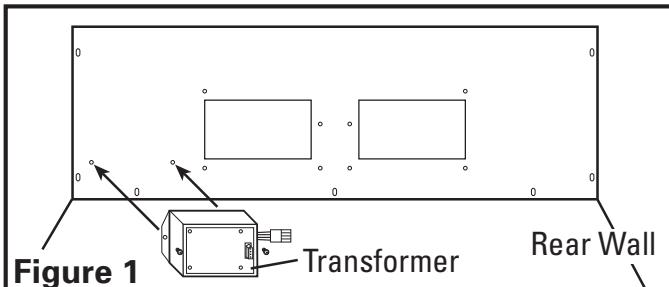

Figure 1
1. Install transformer into hood canopy by lining up the 2 holes on the flange of the transformer with the 2 screw studs in the top left side of the hood canopy. Use 2 of the included 8-32 screws to make the connection and fully tighten (**Figure 1**).
2. Install transformer into hood canopy by lining up the 2 holes on the flange of the transformer with the 2 screw studs in the top left side of the hood canopy. Use 2 of the included 8-32 screws to make the connection and fully tighten (**Figure 1**).
1. Installer le transformateur dans le couvercle de la hotte en alignant les 2 trous sur la bride du transformateur avec les 2 vis de montant au-dessus de la gauche du côté du couvercle de la hotte de cuisinière. Utiliser 2 des vis 8-32 pour faire la connexion et serrer complètement (**Figure 1**).
2. Installer le transformateur dans le couvercle de la hotte en alignant les 2 trous sur la bride du transformateur avec les 2 vis de montant au-dessus de la gauche du côté du couvercle de la hotte de cuisinière. Utiliser 2 des vis 8-32 pour faire la connexion et serrer complètement (**Figure 1**).